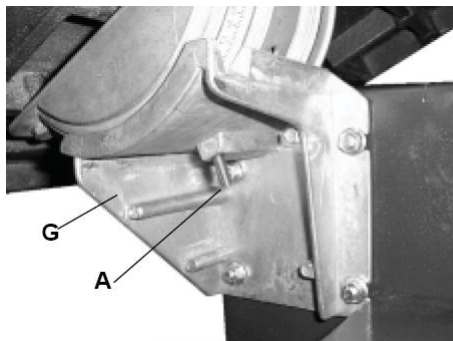

Рис. 3
- Переверните стол и открутите барашек-гайку (С) от болта регулировочного блока (А), болт должен находиться в отверстии регулировочного блока (Рис. 3).
стола (G) и затяните болт (А), который соединяет механизм наклона стола с опорой и опорой наклона стола, Рис. 3.